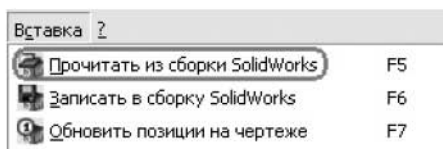

Рис. 6.15. Импорт данных из SolidWorks в приложение SWR-спецификация
4. Или можно сначала загрузить программу SWR-спецификация, затем выбрать меню **Вставка** ▶ **Прочитать из сборки SolidWorks** (рис. 6.15).